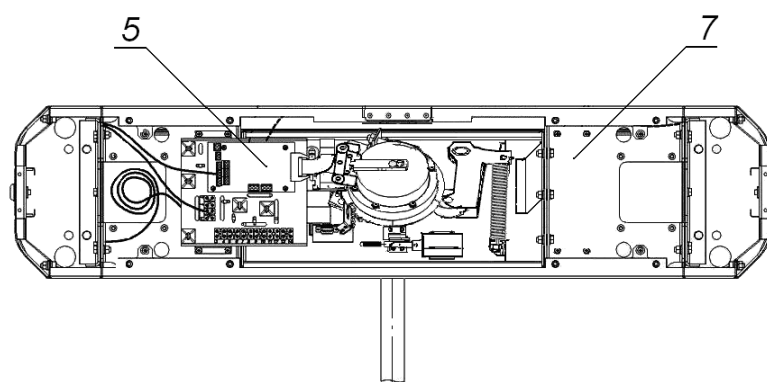
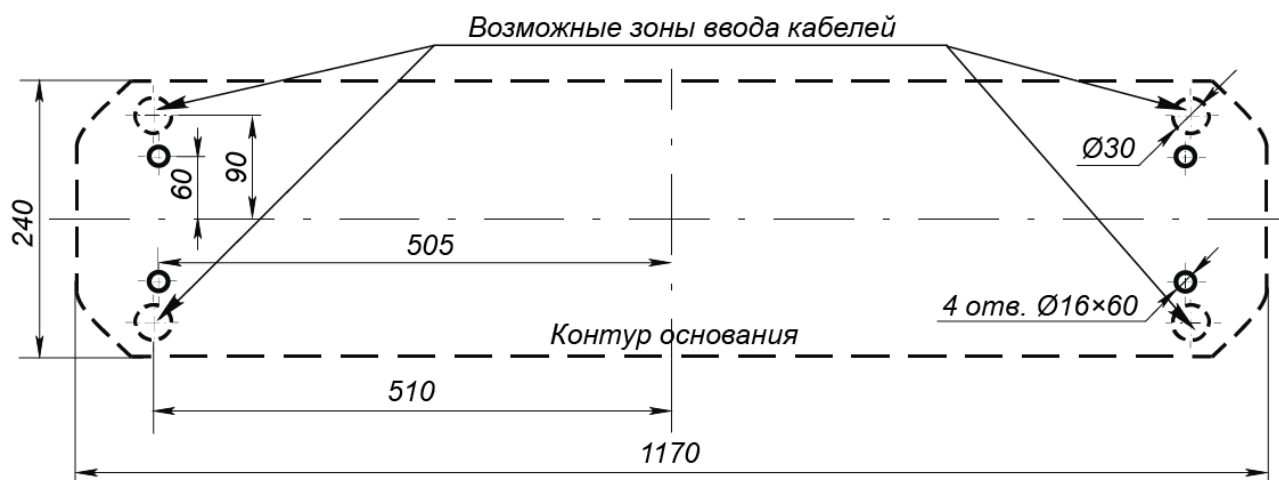
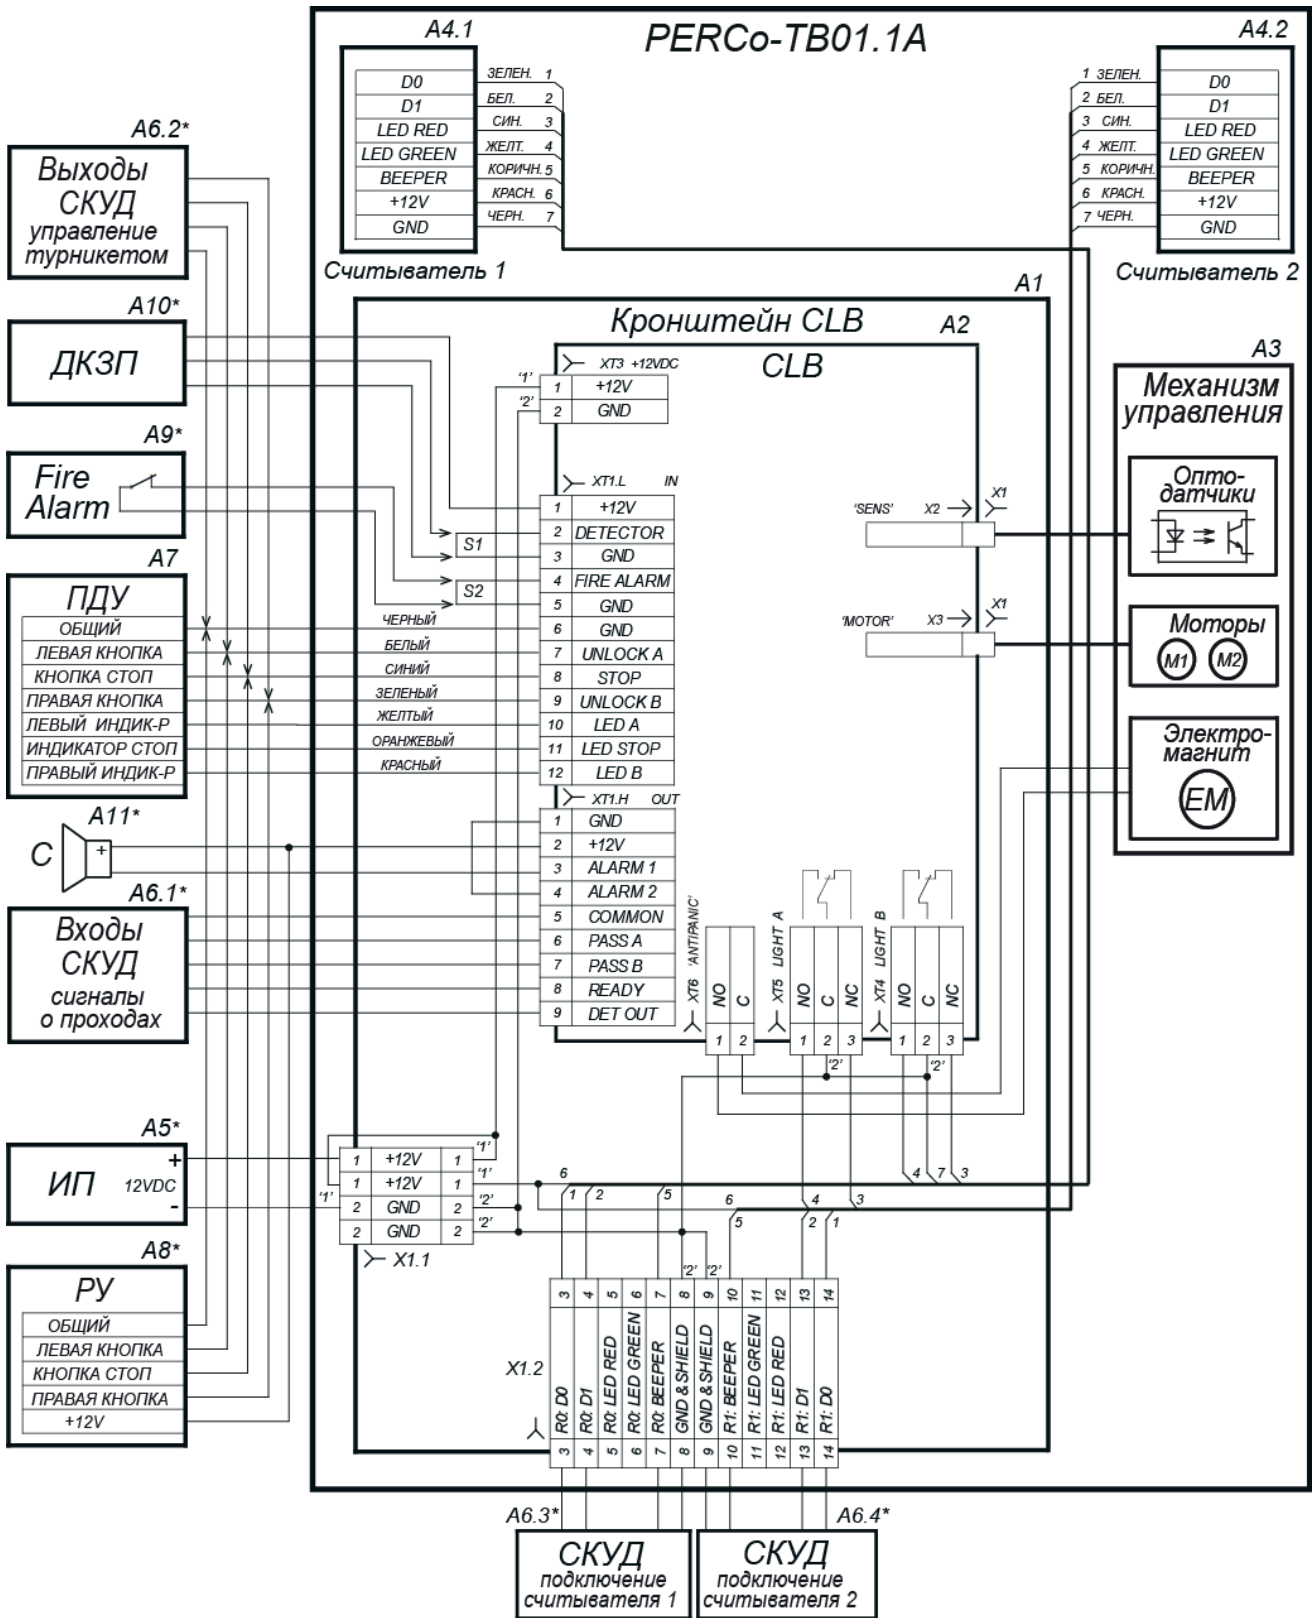

Рисунок 11. Схема прокладки кабелей в стойке турникета
Рисунок 12. Схема разметки для установки стойки турникета
Рисунок 13. Схема электрических соединений турникета¹
3. Подготовьте в полу отверстия под гильзы анкеров для крепления стойки турникета (см. рис. 13). При необходимости прокладки кабелей под поверхностью пола подготовьте в полу кабельный канал, подходящий к зоне ввода этих кабелей в стойку турникета. Установку и крепление стойки производите после прокладки всех кабелей в кабельном канале и внутри стойки. Прокладка кабелей внутри стойки показана на рис. 12.
5. Демонтируйте заглушки стойки (7), открыв ключом замки (8). Установите стойку турникета на гильзы анкеров и закрепите ее болтами **M10**.
6. Снимите крышку турникета (3), отвернув ключом установочный винт (14) (см. разд. 6).
7. Подключите кабель питания (11) к клеммной колодке **X1.1** (см. рис. 11).
9. Подключите при необходимости кабели от других устройств к соответствующим клеммным колодкам платы управления (см. рис. 5 и рис. 11).
12. После подключения всех кабелей и крепления стойки к полу установите на место крышку (3) (см. разд. 6), заглушки стоек (7) в порядке, обратном снятию.
Конструкцией турникета предусмотрена возможность установки платы контроллера СКУД внутрь корпуса турникета. Установка платы осуществляется на кронштейн (7, рис. 12). Максимальный допустимый размер устанавливаемой платы контроллера 160×150×35 мм.
Подключение контроллера к плате управления производится в соответствии с рис. 11.
Передача данных от считывателей осуществляется по интерфейсу *Wiegand*. Подключение считывателей к контроллеру СКУД необходимо производить экранированным кабелем в соответствии с рис. 11.
* Линии управления светодиодной индикацией считывателей при производстве подключены к клеммным колодкам **XТ4**, **XТ5** платы управления (см. рис. 11). Для осуществления внешнего управления индикацией от контроллера СКУД необходимо отключить синие и желтые провода считывателей от разъемов **XТ4**, **XТ5** платы управления, и подключить их к соответствующим контактам выносной клеммной колодки **X1.2**.